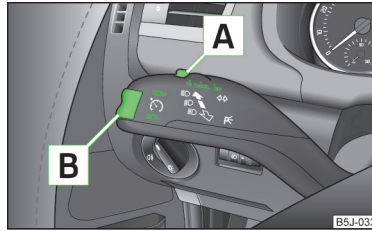

Abb. 117
- Den Schalter **A** » Abb. 117 in Stellung **ON** drücken.
- Die Wippe **B** » Abb. 117 auf Seite 122 in der Position **RES** drücken.
- Die gespeicherte Geschwindigkeit kann durch Drücken der Wippe **B** » Abb. 117 auf Seite 122 in der Position **SET** verringert werden.
Die Geschwindigkeitsregelanlage wird **vorübergehend abgeschaltet**, indem der Schalter **A** » Abb. 117 auf Seite 122 in die gefederte Stellung **CANCEL** bzw. auch das Brems- oder Kupplungspedal gedrückt wird.
- Den Schalter **A** » Abb. 117 auf Seite 122 nach rechts in Stellung **OFF** drücken.